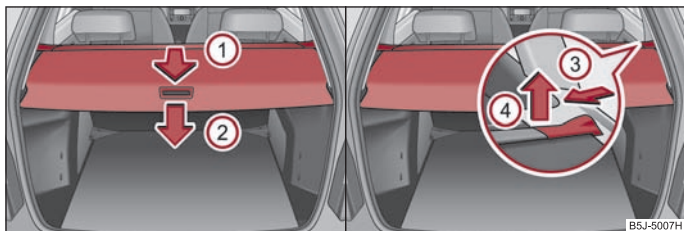

Abb. 62 Kofferraum: aufrollbare Gepäckraumabdeckung / aufrollbare Gepäckraumabdeckung herausnehmen
- Ziehen Sie die aufrollbare Gepäckraumabdeckung in Pfeilrichtung ① bis zum Anschlag in die gesicherte Stellung ⇒ Abb. 62.
- Zur Beförderung von sperrigem Gepäck lässt sich die aufrollbare Gepäckraumabdeckung ausbauen, indem Sie auf der Seite der Querstange in Richtung des Pfeils ③ drücken und mit der Bewegung in Richtung des Pfeils ④ herausnehmen ⇒ Abb. 62.